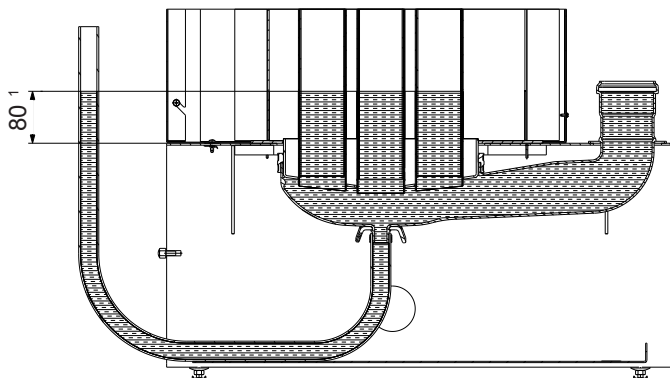

Fig. 36
1. Vaporiser la chambre de combustion et les tubes composites aluFer® (10, Fig. 36).